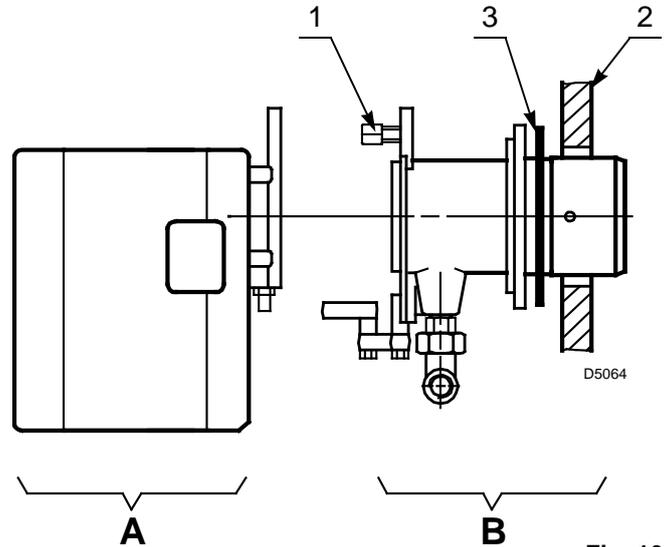

Fig. 10
- Séparer la tête de combustion du reste du brûleur en enlevant l'écrou 1) et en désolidarisant le groupe A)(Fig. 10).
- Fixer le groupe B)(Fig. 10) à la plaque 2) de la chaudière en intercalant l'écran isolant 3) fourni.